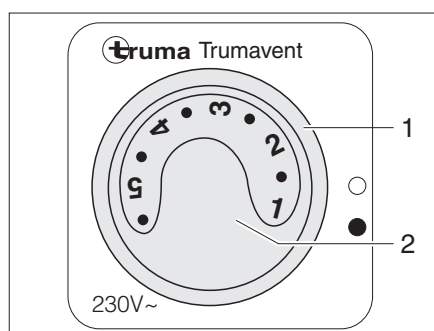

Fig. 112 Commutateur de commande du ventilateur à air pulsé (230 V)
- Mettre l'interrupteur tournant (Fig. 112,1) sur "●".
- Régler la puissance désirée du ventilateur à air pulsé à l'aide du bouton de commande (Fig. 112,2).
- Mettre l'interrupteur tournant (Fig. 112,1) sur "O".